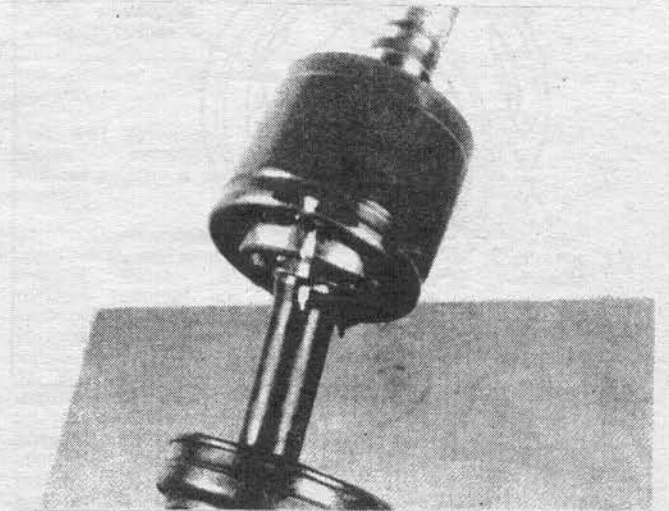

Рис. 9.4 Нанесение меток на детали шарнира.
9. Отверткой удалите шарики из сепаратора (см. рис. 9.4). Осторожно! Не повредите внутреннее кольцо, шарики или сепаратор.